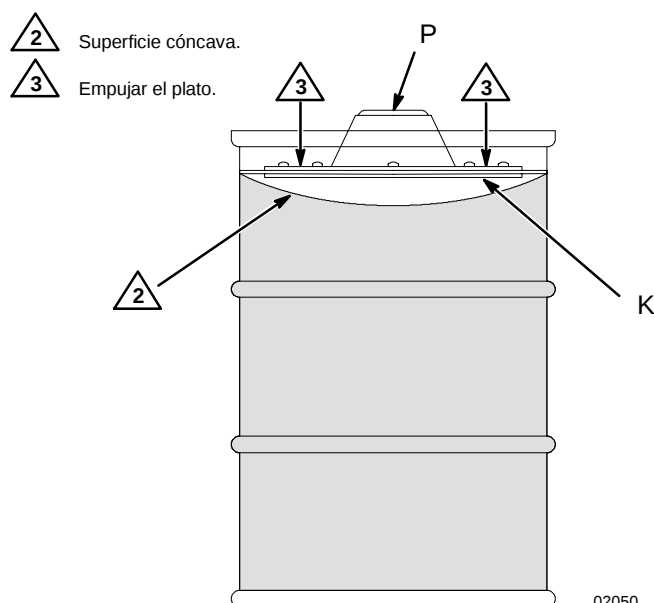

Fig. 4
2. Si se utiliza un plato seguidor (K), retire la tapa del recipiente de fluido. Para evitar que el aire quede atrapado debajo del plato seguidor, empuje un poco de la grasa del centro del recipiente hacia los lados, para que la superficie quede cóncava. Coloque el plato seguidor sobre la grasa y empújelo hasta que salga grasa por la abertura del centro (P). Vea la Fig. 4.